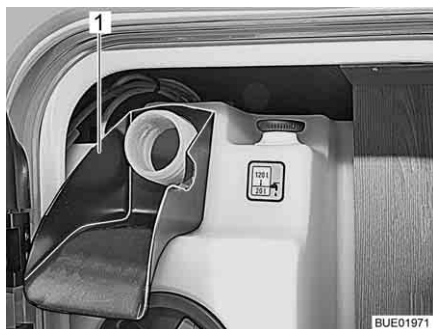

Bild 241 Påfyllningshjälp
- Stick in påfyllningshjälpen (Bild 241,1) i påfyllningsöppningarna för dricksvatten.